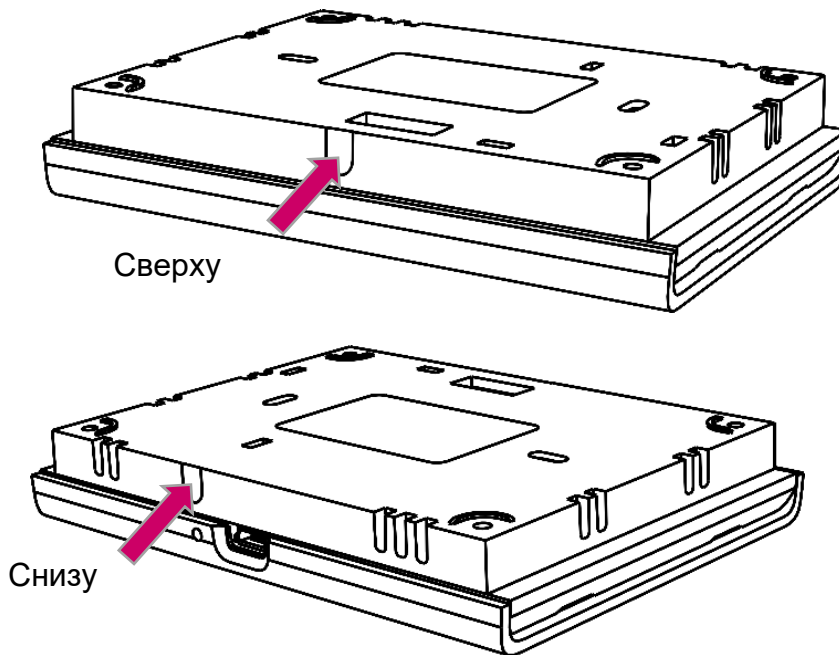

Рисунок 2.3 - Место для отверстия при внешней прокладке кабеля
2.5 При внешней прокладке кабеля, просверлите отверстие диаметром 5 мм в корпусе устройства в месте ввода кабеля сверху, или снизу (Рисунок 2.3).